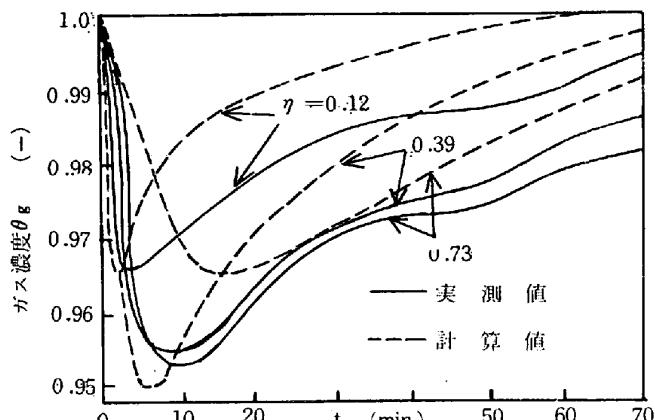
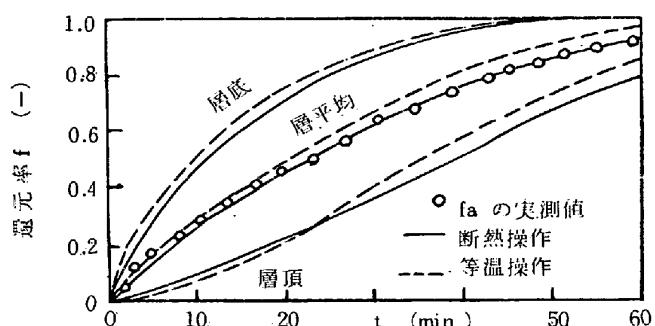

図1 層内各位置での温度の経時変化
図2 層内各位置における還元率の経時変化
**IV 結果:**塩基性ペレットを充填した層高9.4cmの固定層内の3つのレベルにおけるガス温度の実測値と計算値を図1に示した。数値計算においては管壁の総括伝熱係数の値は約200 kcal / m2 · hr · °Cとした。どのレベルにおいても最小温度に到達した後の回復は計算の方がやや速い。 $\eta = 0.12, 0.39$ の場合、両者は類似の傾向を示している。 $\eta = 0.73$ では最小温度は計算値の方がやや高くなっている。酸性ペレットを充填した層高5.1cmの固定層における層平均の還元率の実測値と計算値を図2に示した。この場合実測値は計算値とよい一致を示している。断熱操作と等温操作における $f_a$ の計算値は近い値になっているが、層高が高くなると断熱操作と等温操作では還元曲線の差が大きくなってくる。